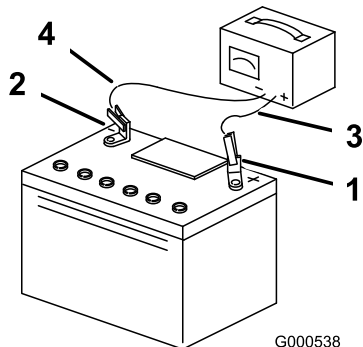

Figura 35
3. Cuando la batería esté completamente cargada, desconecte el cargador de la toma de electricidad, luego desconecte los cables del cargador de los bornes de la batería (Figura 35).